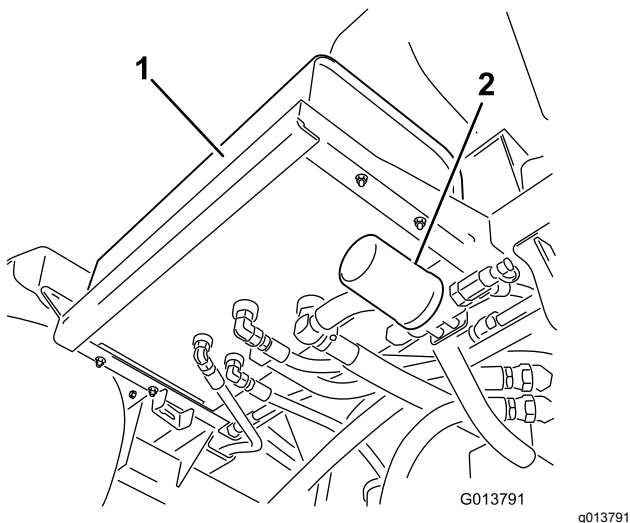
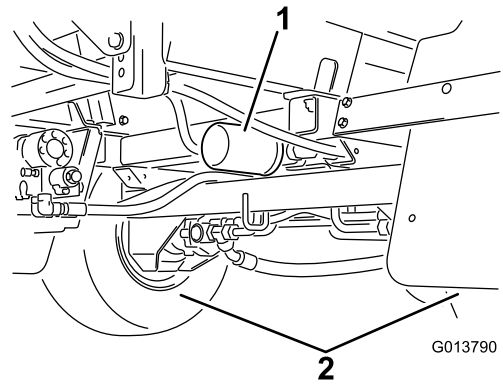

Bild 96
Bild 97
2. Ermitteln Sie die zwei Hydraulikfilter an der Maschine (**Bild 96** und **Bild 97**).